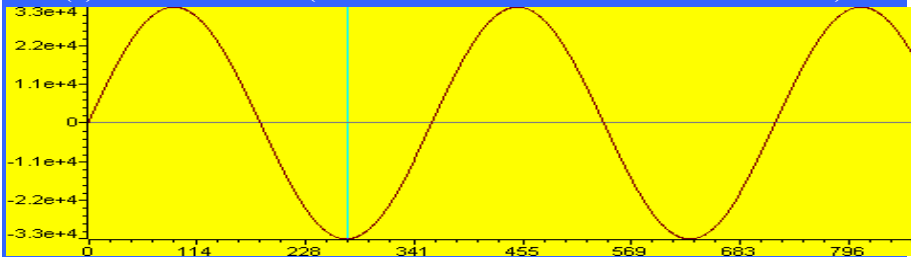

图 27 正弦信号
(1) 输出为正弦信号(见图 27, 幅度周期的设定在 C 语言程序中)。